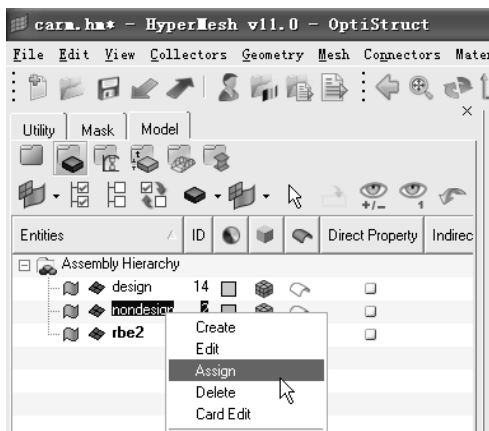

图 8-20 选择 Assign
(7) 单击 Model 按钮, 在模型浏览窗口内上单击鼠标右键, 移动光标至 Create, 激活其二级菜单并选择 Property。
(8) 在 Name 栏输入 design_prop。
(9) 单击 card image=, 并选择 PSOLID。
(10) 单击 material =, 并选择 Steel。
(11) 单击 Create 按钮。
(12) 同上建立一个新的 Property, 在 Name 栏输入 nondesign_prop。
(13) 单击 card image=, 并选择 PSOLID。
(14) 单击 material =, 并选择 Steel。
(15) 单击 Create 按钮。
(16) 单击 Component () 按钮, 在标签区域 nondesign 组件处右击鼠标选择 Assign, 如图 8-20 所示。